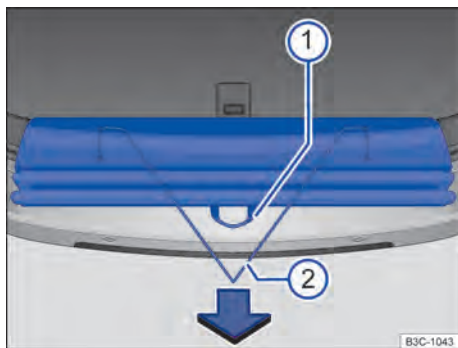

Fig. 112 No compartimento de bagagem: desdobrar e dobrar o pano de proteção.
- Puxar o pano de proteção pela tira ⇒ **Fig. 112** ① no sentido da seta por cima do para-choque traseiro.